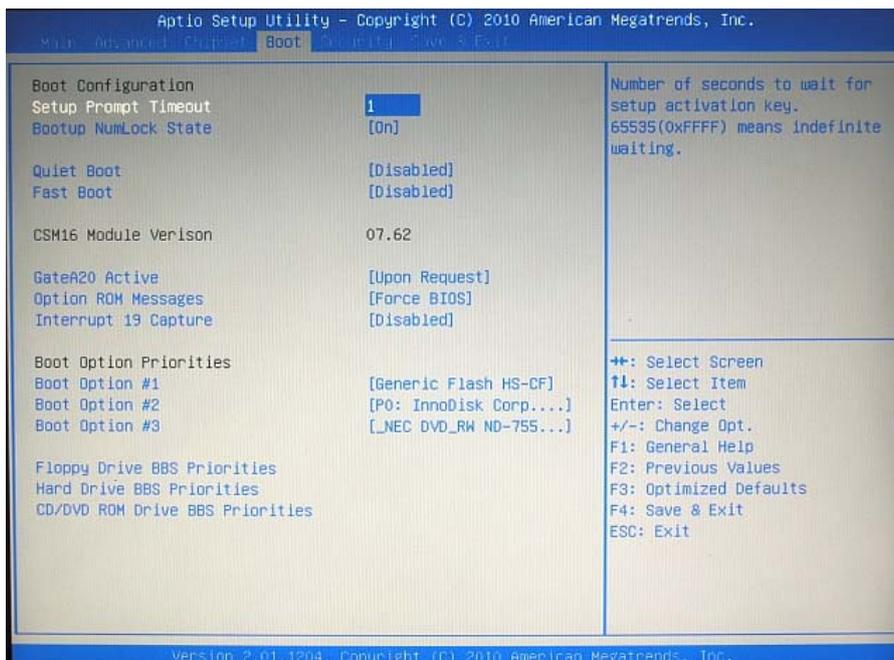

図 6-1-1. BIOS設定 Bootメニュー
- ① LAN ケーブルが接続されている場合は、LAN ケーブルを取り外してください。
- ② USB メモリ、SD カードなどのストレージメディアが接続されている場合は、ストレージメディアを取り外してください。
- ③ USB-DVD ドライブにリカバリ DVD を入れ EC100 シリーズ本体に接続します。
- ④ USB キーボードを接続します。
- ⑤ 電源を入れます。BIOS 起動画面が表示されたところで[DEL]キーを押し、BIOS 設定画面を表示させます。
- ⑥ BIOS 設定画面が表示されたら、[Boot]メニューを選択します。（図 6-1-1）